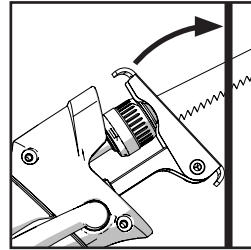

Fig. 10
- Halten Sie die Maschine schräg zum Werkstück, wobei die Unterkante der Werkstückkontaktplatte fest am Werkstück anliegt. (Abb. 10).